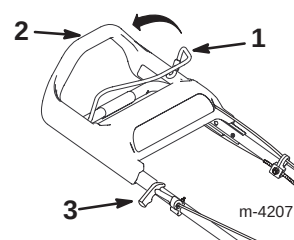

Abbildung 12
3. Den Schnittemesserbetätigungsbügel gegen die obere Griffstange halten (Abb. 12).
- A. Leicht am Startergriff ziehen, bis Widerstand gespürt wird. Dann kräftig ziehen (Abb. 12).